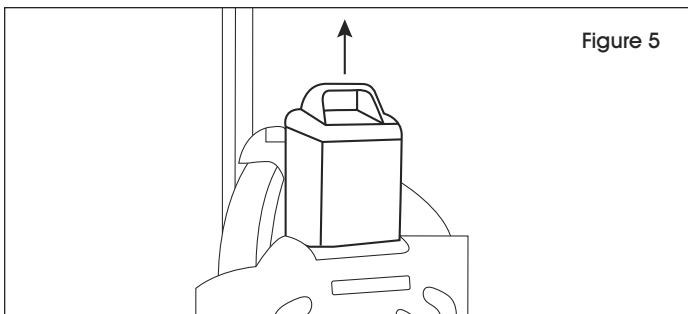

Figure 5
REMARQUE : Lorsqu'un voyant vert et un voyant rouge sont allumés, le chargement est en cours. Lorsque deux voyants rouges sont allumés, le chargement est terminé. La figure 5 montre la vue de dessus des broches de contact de la base du chargeur. Assurez-vous de brancher la batterie en conséquence. Si la batterie n'est pas complètement chargée après plus de cinq heures, contactez le service clientèle de Uline à 1 800 295-5510.
- Retirez la batterie du véhicule. (Voir Figure 5)